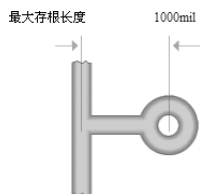

图 9-31 设置菊花状布线主干导线长度限制规则
4) “Daisy Chain Stub Length”（菊花状布线主干导线长度限制规则）：用于设置 90°拐角和焊盘的距离，如图 9-31 所示为该规则的设置示意图。在高速 PCB 设计中，通常情况下为了减少信号的反射是不允许出现 90°拐角的，在必须有 90°拐角的情况下将引入焊盘和拐角之间距离的限制。